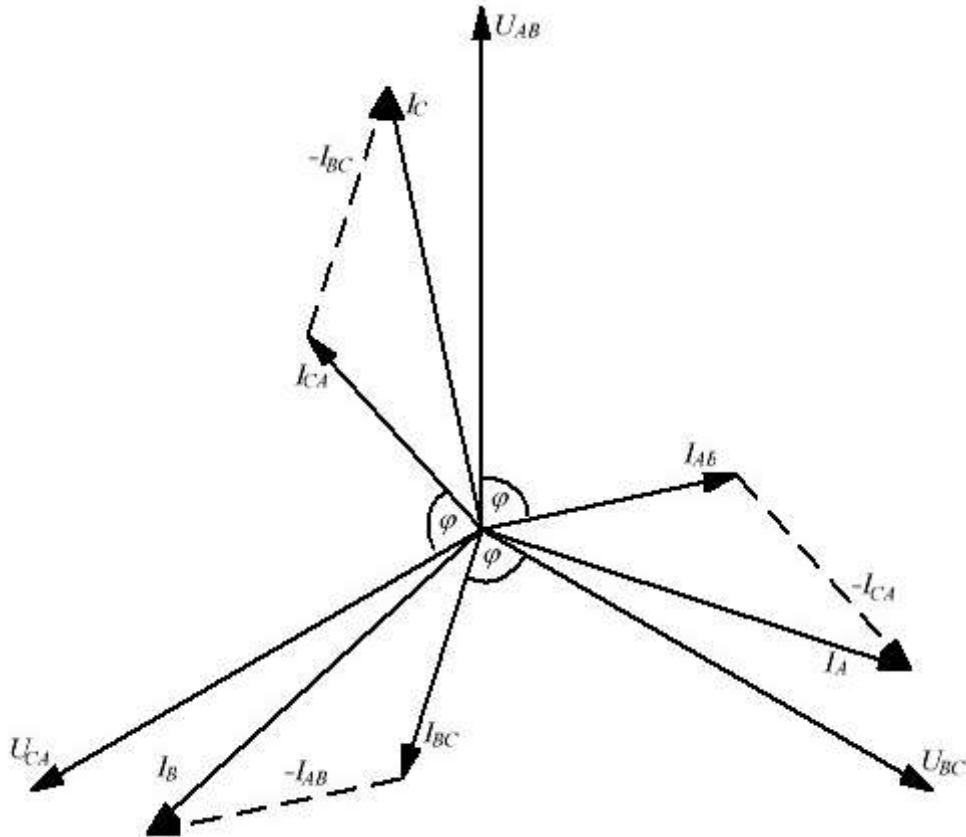

Рисунок 9 – Векторная диаграмма токов и напряжений при соединении потребителя «треугольником»
9. Строим векторную диаграмму (рисунок 9):